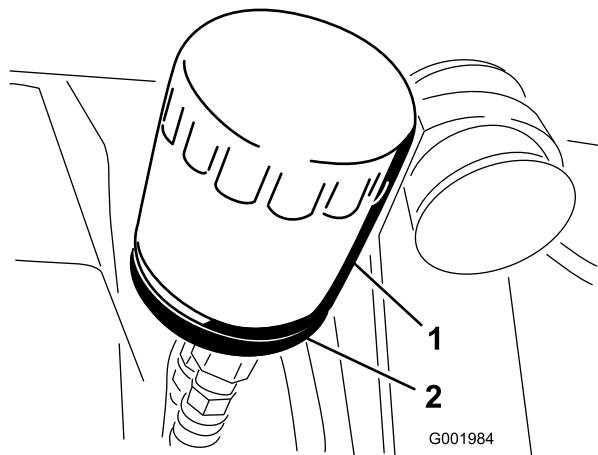

図 52
2. オイルフィルタ (図 52) を外す。
5. アダプタに新しいフィルタを取り付ける。ガスケットがアダプタに当たるまで手でねじ込み、そこから更に 1/2 回転増し締めする (図 52)。